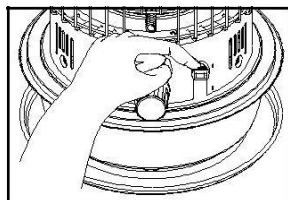

Рис. 10
- Нажмите на рычаг зажигания (Рис.10) чтобы довести воспламенитель в контакт с фитилем. Это приведет к возгоранию фитиля.